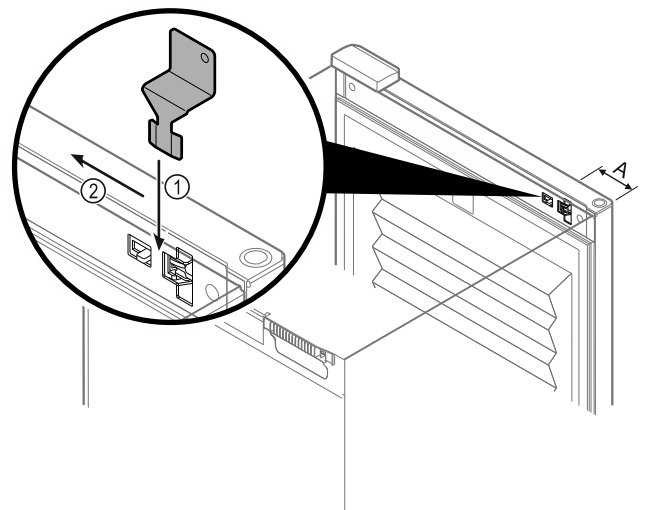

Fig. 106
- ▶ Aseta hätäavausavain määrättyyn kohtaan Fig. 106 (A) \approx 100 mm.
- ▶ Aseta hätäavausavain yläkautta oven ja laitteen rungon väliin vasteeseen saakka Fig. 106 (1).
- ▶ Vedä hätäavausavainta saranasivun suuntaan Fig. 106 (2).